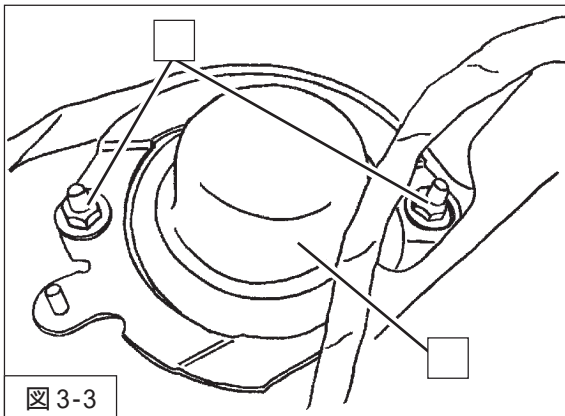

図3-3
4. ダンパーアッパー取付ナットキャップを取外してください。(図3-3)